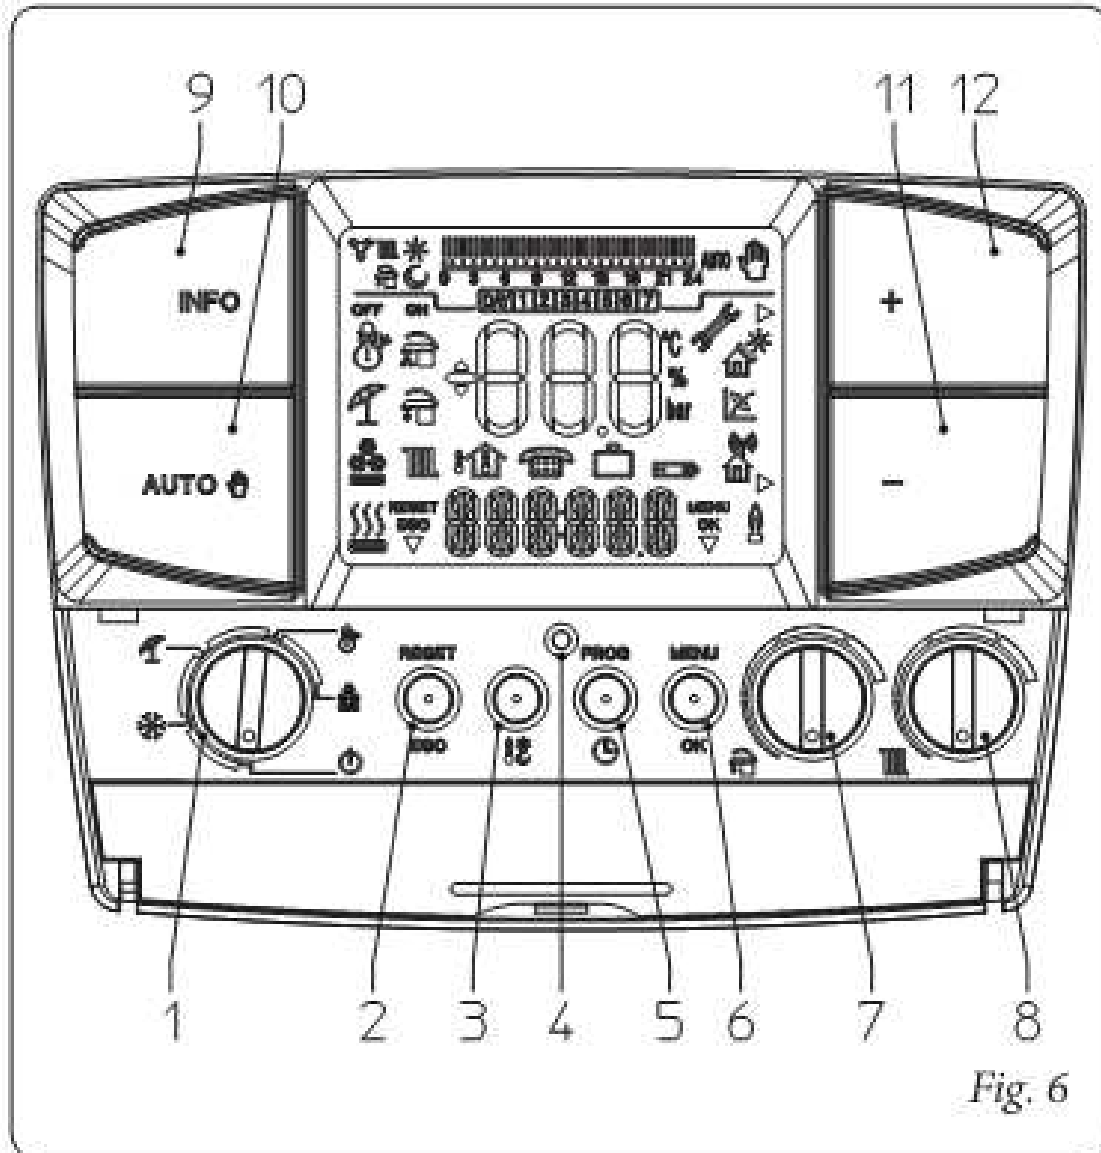

Fig. 6
Sõltuvalt pealüliti (fig. 6 pos. 1) asendist on võimalik valida erinevate töörežiimide vahel: väljas, stand.by/külmumiskaitse, suvi, talv, jahutus.